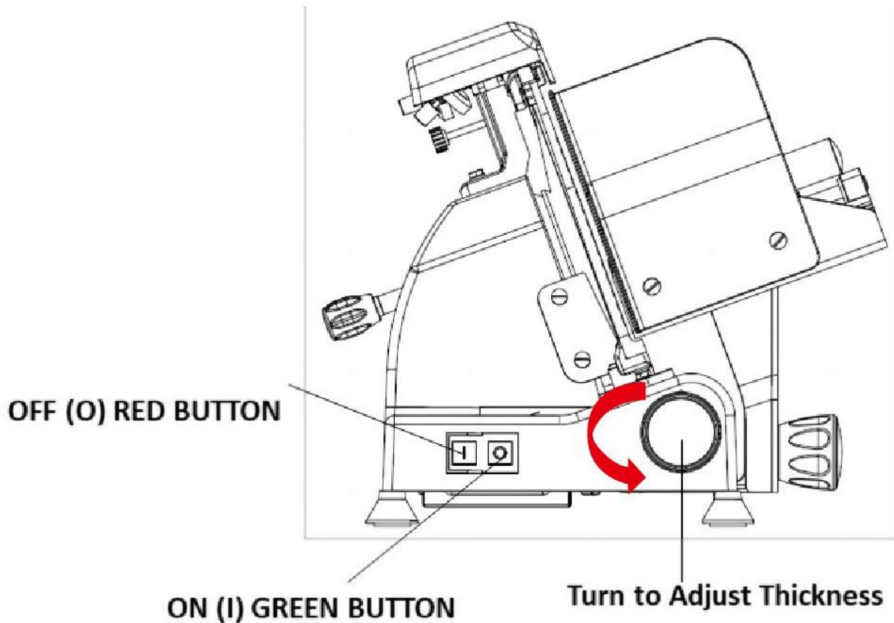

Abb. 2
5. Um den Allesschneider einzuschalten, drücken Sie die grüne Taste „I“. (Siehe Abb. 2)
6. Um den Allesschneider auszuschalten, drücken Sie die rote Taste „O“. (Siehe Abb. 2)
12. Wenn Sie fertig sind, schalten Sie den Allesschneider durch Drücken der roten Taste auf „AUS“ (0). (Siehe Abb. 2)